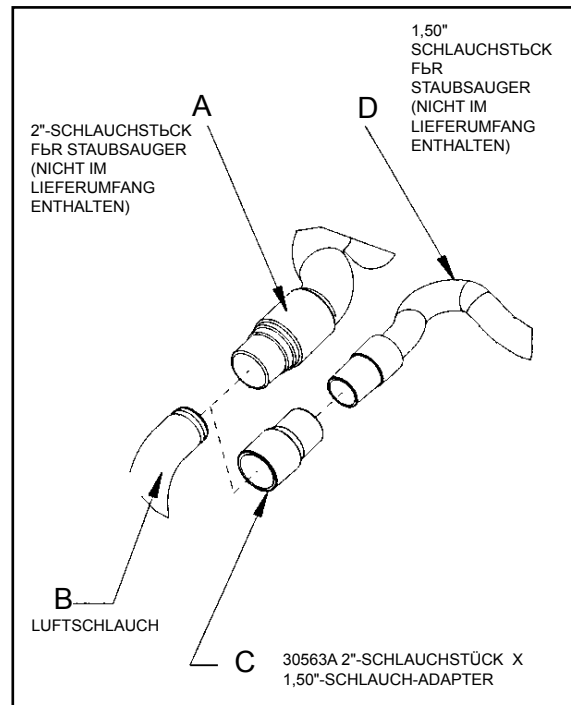

Abbildung 4
1. Das 2"-Schlauchstück (Abbildung 4 A) direkt über das Abluftrohr ziehen (Abbildung 4 B).
1. Den 2" x 1½" Schlauch-Adapter (Teile-Nr. 30563A) (Abbildung 4 C) über das Abluftrohr ziehen (Abbildung 4 B).
2. Das 1½"-Schlauchstück (Abbildung 4 D) in den Adapter stecken (Abbildung 4 C).